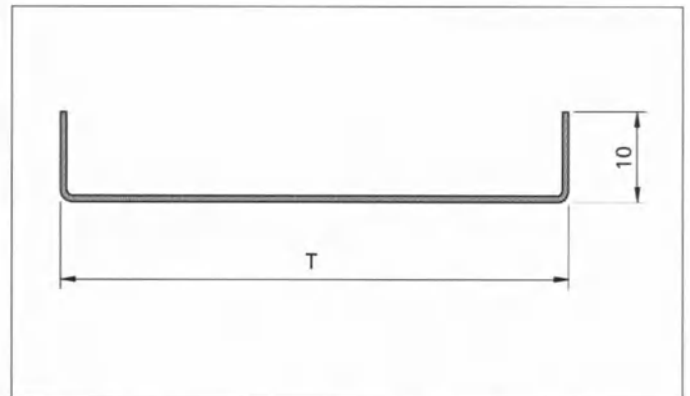

Рис. 23 Металлический лист покровный U 10
6.2. Металлический лист покровный U 10 (Рис. 23)